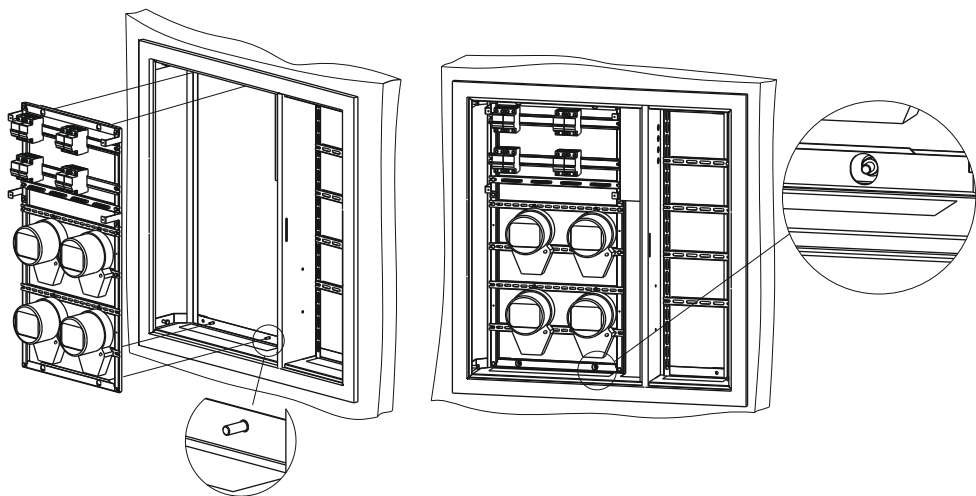

Рисунок 13
6.1 Собранный раму с выполненными внутренними электрическими соединениями вставьте в корпус Щита этажного (рисунок 13).